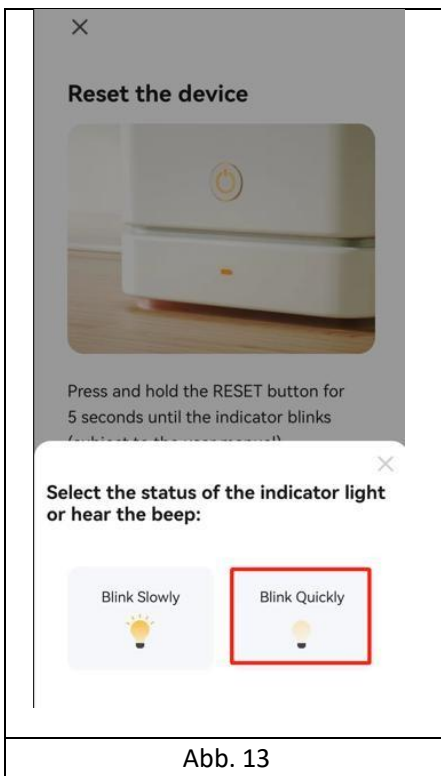

Abb. 13
4. Vergewissern Sie sich, dass die WiFi-Kontrollleuchte an der Klimaanlage zweimal pro Sekunde blinkt, wie in Abb. 13 gezeigt.